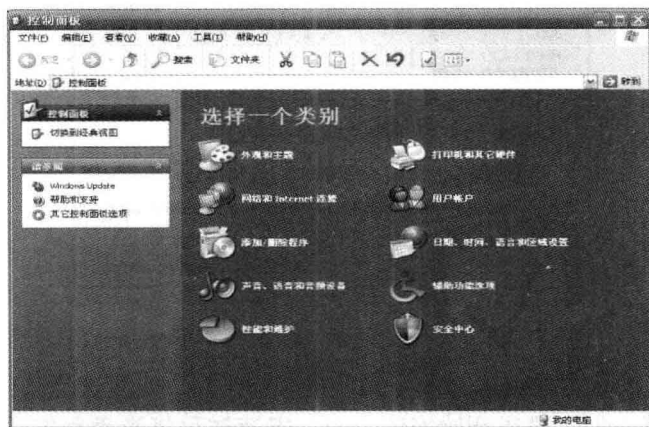
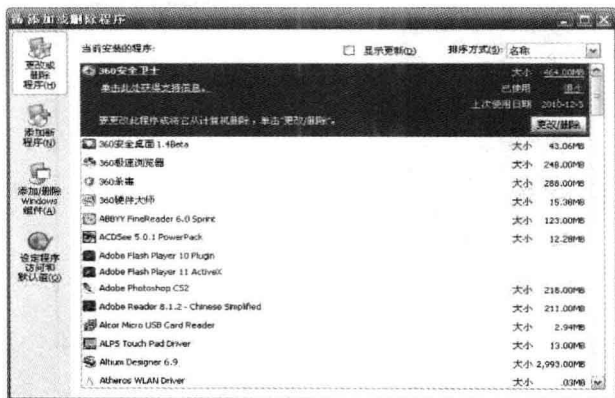
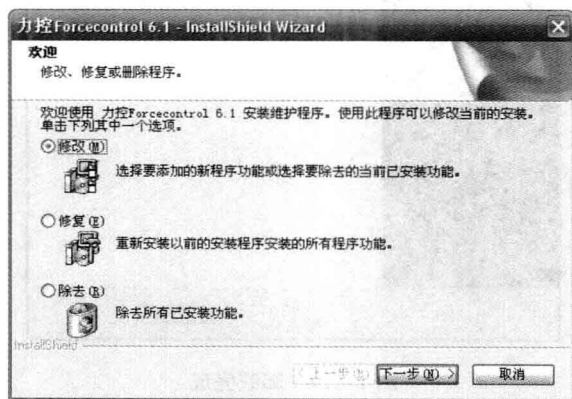
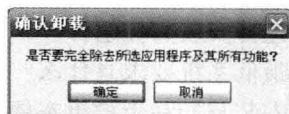

图 1-12 控制面板
图 1-13 添加/删除界面
图 1-14 修改修复界面
图 1-15 确认卸载
- (1) 单击“开始”选择“控制面板”后，如图 1-12 所示。
- (2) 在图 1-12 中单击“添加/删除程序”后，如图 1-13 所示。
(3) 在图 1-13 所示的对话框中选择“力控 Forcecontrol 6.1”单击“删除”按钮后显示如图 1-14 所示。
(4) 在图 1-14 所示的对话框中单击“除去”后然后单击“下一步”按钮后如图 1-15 所示。